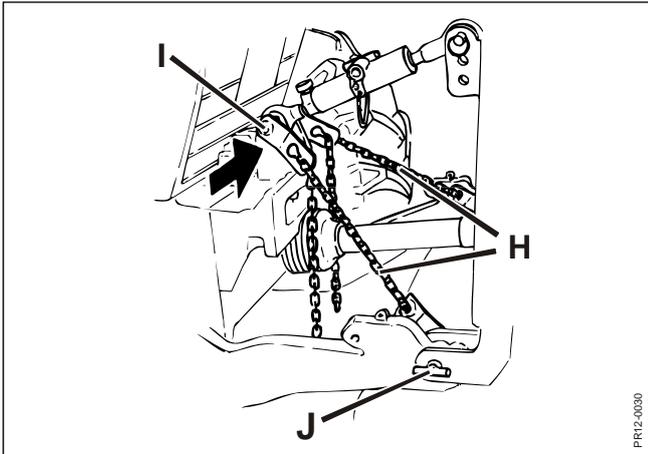

Fig. 2-5
**Fig. 2-5** Das Oberende der Begrenzungsketten **H** am Oberlenker des Schleppers befestigen mit dem Zapfen **I** (Ersatzteilpaket). Die andere Ende der Ketten auf die beiden Unterlenker mit den Zapfen **J** befestigen (Ersatzteilpaket)